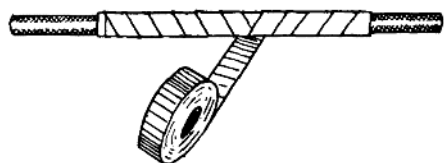

图4 导线接头处缠绕胶布的方法
3. 接头处绝缘包扎 导线接头的地方，要用绝缘胶布包扎好。图4表示绝缘胶布包扎接头的方法，使每圈胶布压上前一圈的一半，第一层绕完后，再朝相反方向绕第二层。包扎时，要用力拉紧，使胶布包卷得紧密结实，粘结在一起。